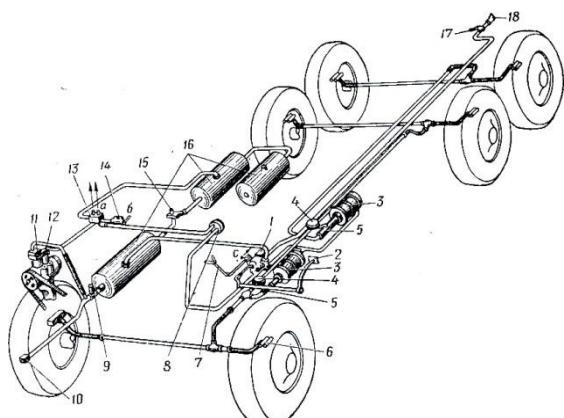

Рис. 11. Схема пневмогіdraulічного приводу гальм автомобіля
*Принцип роботи гальмівної системи з пневмогіdraulічним приводом.* При гальмуванні гальмівна рідина, що діє через цилінди 6 (рис.11) на гальмівні колодки, подається з головних гальмівних циліндрів 5 під дією пневмопідсилювачів 3. Стиснute повітря поступає в пневмопідсилювачі від компресора 11 через повітряні балони 16 і гальмівний кран 1. З метою